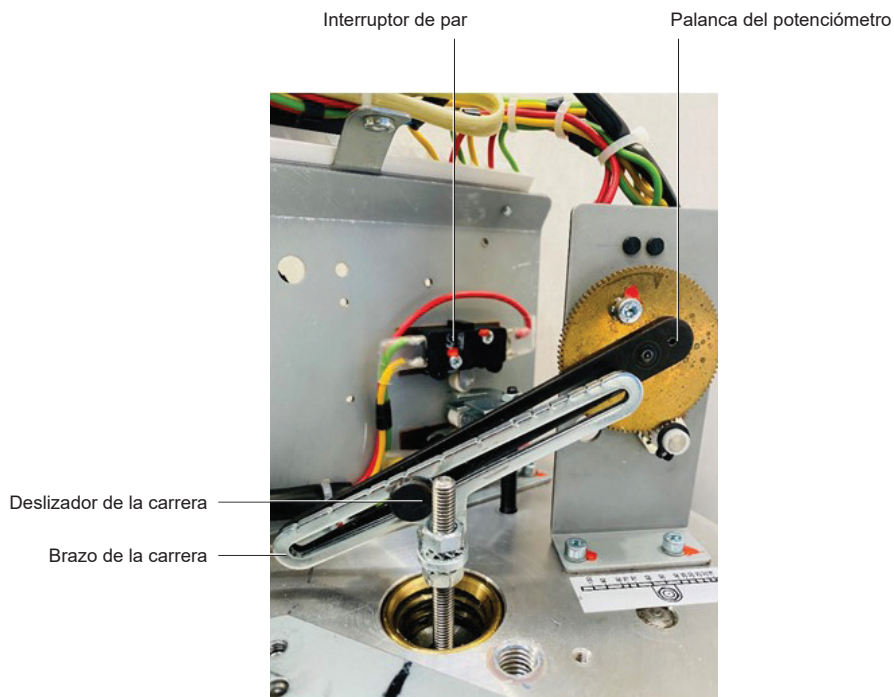

Fig. 28 Disposición del brazo de la carrera del AEL7 de 8 kN+
- El brazo de la carrera y la palanca del potenciómetro deberán estar paralelos (Fig. 28)